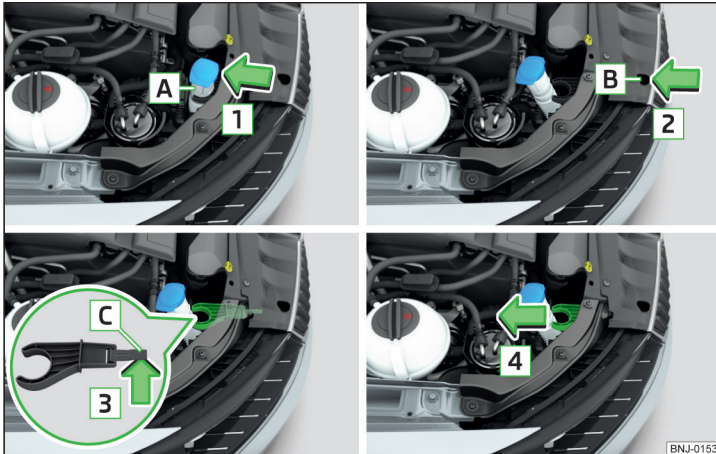

Abb. 205 Halterung des Waschwasserbehälterstutzens ausbauen
- Den Behälterstutzen **A** aus der Halterung in Pfeilrichtung **1** lösen » Abb. 205.
- Die Halterung des Behälterstutzens entgegen der Pfeilrichtung **4** einschieben » Abb. 205.